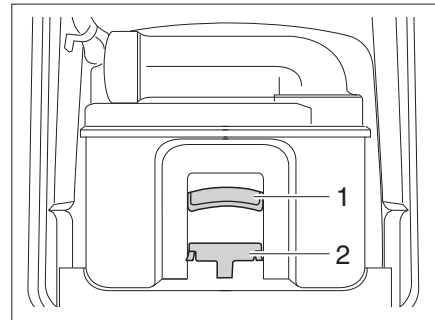

Fig. 157 Cassette Thetford
- Tirer l'étrier de fixation (Fig. 157,2) vers l'avant afin de déverrouiller la toilette à cassette et extraire la cassette par la poignée (Fig. 157,1).